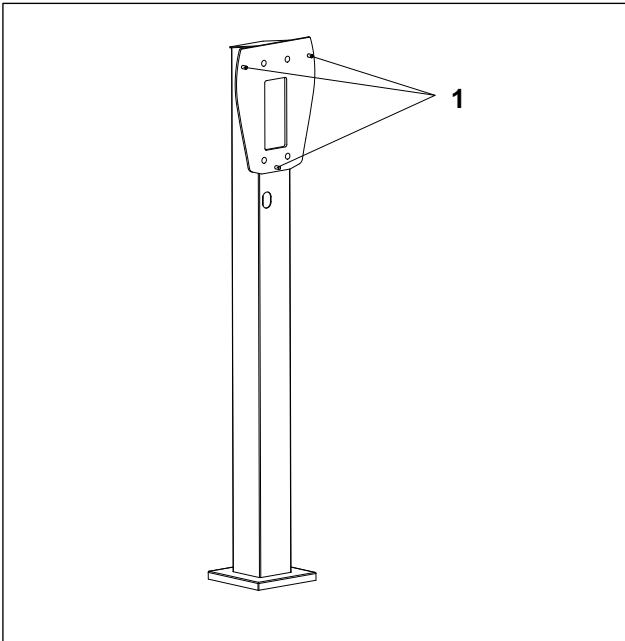

Abb. 3 Stele mit drei Anschraubpunkten
1. Anschraubplatte der Wallbox (Abb. /1) in die drei Stehbolzen der Stele (Abb. 3/1) einhängen.
2. Die drei Muttern (Beipack Stele) auf die Stehbolzen (Abb. 3/1) aufschrauben und festziehen (12 Nm).